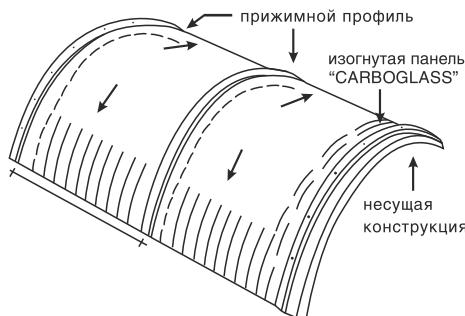

Рисунок 4. Арочное крепление.
1) Панели "КАРБОГЛАСС" можно согнуть в арку до минимально допустимого радиуса (см. параграф IV) без механических повреждений поверхности. Более того, внутреннее давление, которое возникает при сжатии, придает конструкции дополнительную прочность и жесткость (Рис.4).